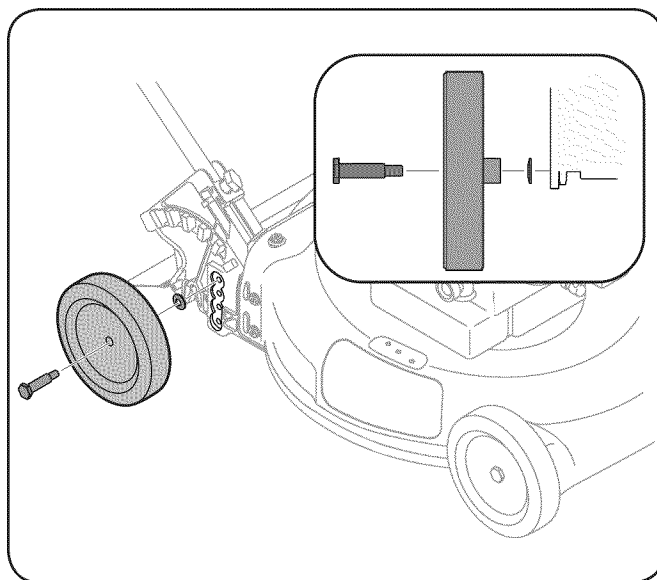

Figura 3-6
- Utilizando los tornillos y arandelas del grupo 1 del paquete de hardware, seguro que las ruedas traseras de la cubierta como se muestra en la figura. 3-6. La lavadora se debe instalar con el lado de la corona frente al volante.